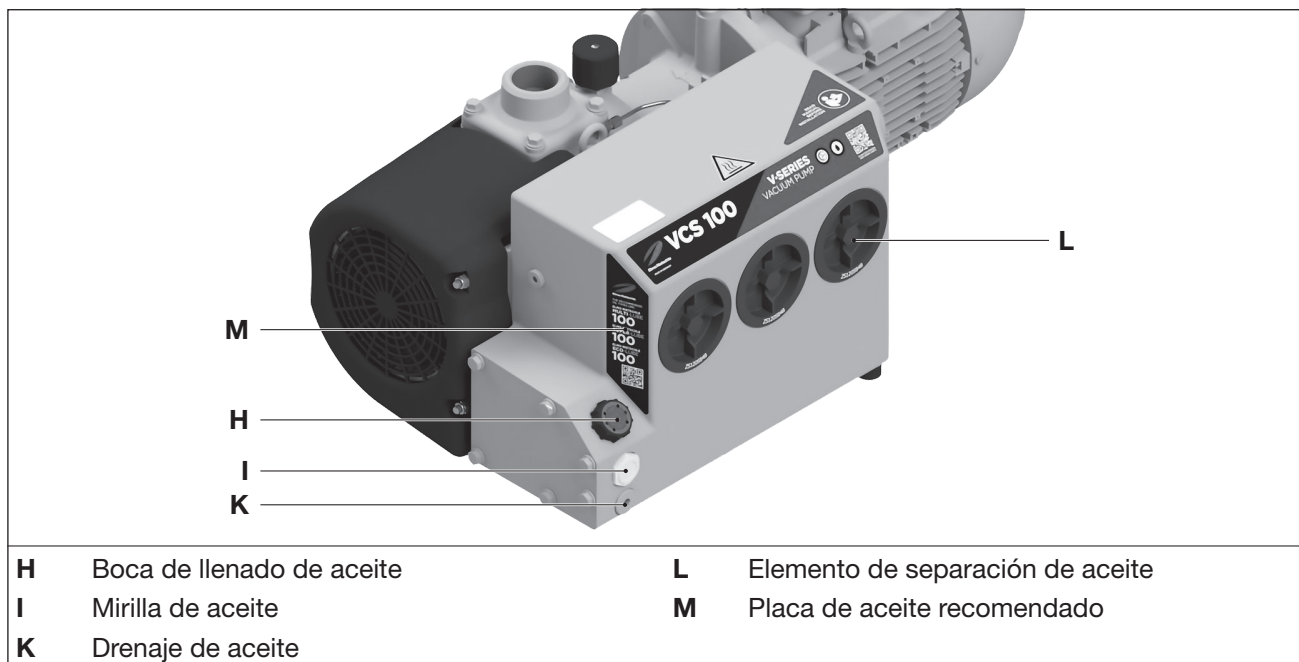

Fig. 7 Cambio y separación de aceite
Para el funcionamiento, se recomienda emplear los siguientes aceites de Elmo Rietschle; véase la placa de aceites recomendados (Fig. 7/M) y Tab. 3 en la página 32:
- b) Abrir el cierre de la boca de llenado de aceite (Fig. 7/H) y llenar de aceite hasta el borde superior de la mirilla (Fig. 7/I).
- b) Abrir el cierre de la boca de llenado de aceite (Fig. 7/H), abrir el drenaje del aceite (Fig. 7/K) y dejar salir el aceite usado.
- c) Cerrar el drenaje del aceite (Fig. 7/K) y verter aceite nuevo en la boca de llenado de aceite (Fig. 7/H).
- d) Controlar el nivel de aceite a través de la mirilla (Fig. 7/I).
- Desatornillar los elementos de separación de aceite (Fig. 7/L) con una llave poligonal (ancho de 19 mm) en el sentido contrario a las agujas del reloj.